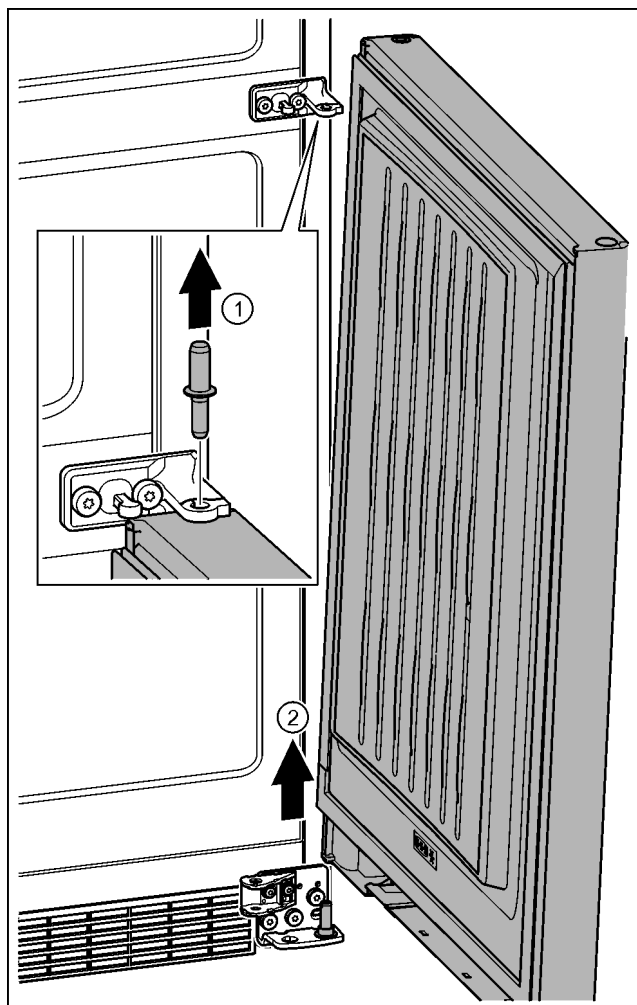

Fig. 27
- ▶ Bolzen nach oben herausziehen. Fig. 27 (1)
- ▶ Tür herauschwenken, nach oben ziehen und beiseite stellen. Fig. 27 (2)